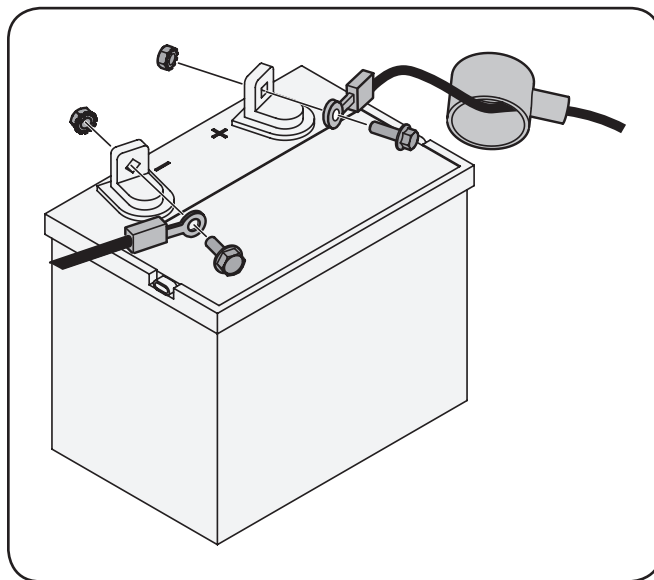

Figura 3-6
1. Retire la cubierta plástica, si es que está presente, del borne positivo de la batería y conecte el cable rojo al borne positivo de la batería (+) utilizando el perno y la tuerca hexagonal. Vea la Figura 3-6.
2. Retire la cubierta plástica, si es que está presente, del borne negativo de la batería y conecte el cable negro al borne negativo de la batería (-) utilizando el perno y la tuerca hexagonal. Vea la Figura 3-6.